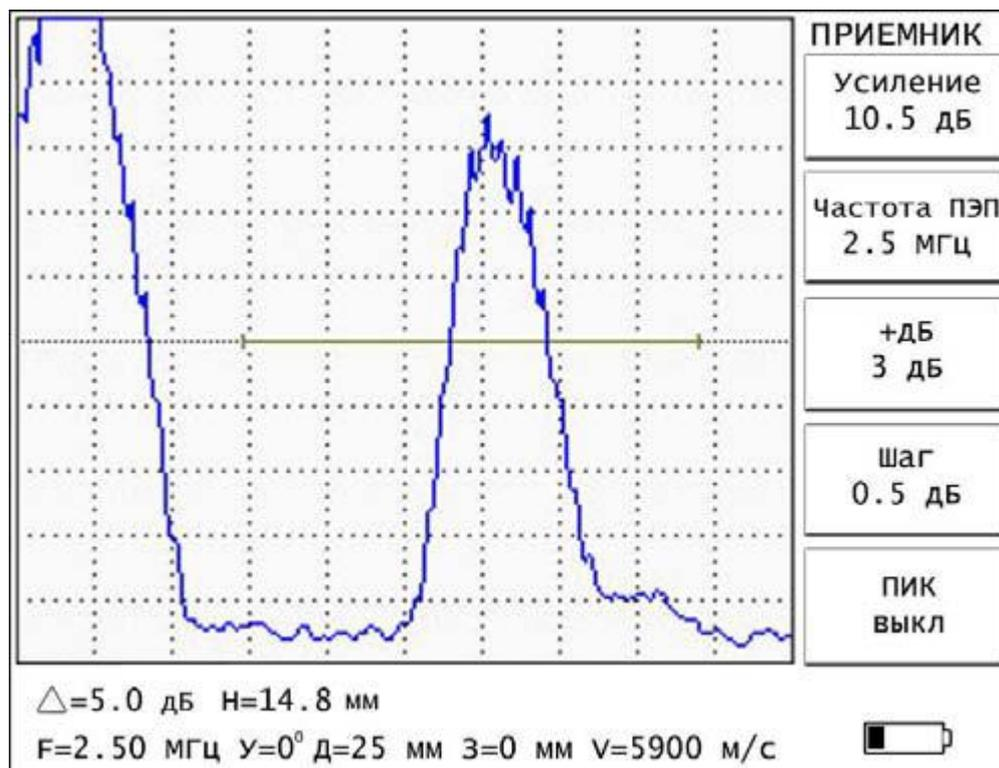

Рис. 5.
5.1. Меню «ПРИЕМНИК» содержит следующие параметры (рис. 5).